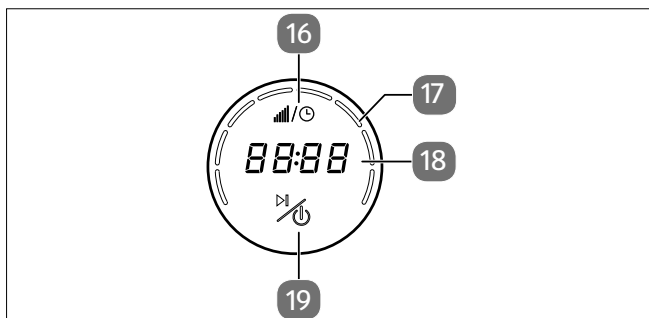

Fig. 3 – Elementos de mando/panel de visualización
4. Regulador de velocidad (giro)/elementos de mando/papel de visualización (véase Fig. 3)